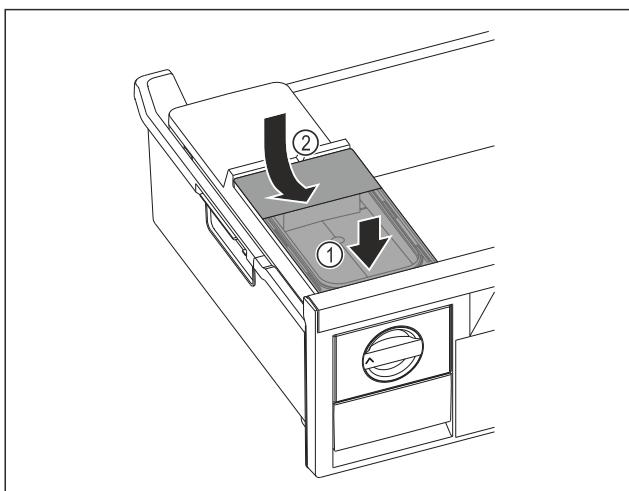

Fig. 77
- Așezați în față rezervorul de apă. Fig. 77 (1)
- Coborâți în spate rezervorul de apă. Fig. 77 (2)